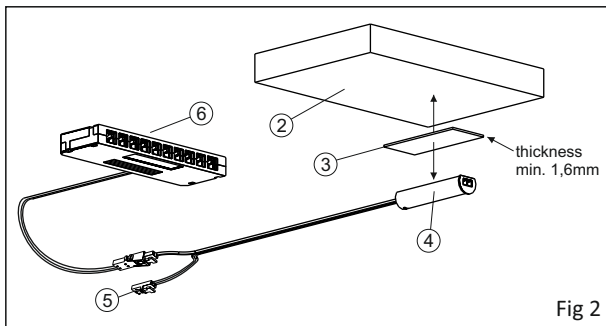

Fig 2
- The **IR-SENSOR** can be affixed projecting (fig. 2) from the installation surface (2), by simply applying the double-sided adhesive tape (3) in the desired position (first ensuring that the surface is clean) and then attaching the sensor (4) to the adhesive tape.
- Der **IR-SENSOR** kann auf der Installationsfläche (2) vorstehend (Abb. 2) befestigt werden, indem das zweiseitige Klebeband (3) einfach an der gewünschten Position angebracht wird (darauf achten, dass die Fläche sauber ist) und anschließend der Sensor (4) ebenfalls am zweiseitigen Klebeband angebracht wird.
- L'**IR-SENSOR** peut être fixé en saillie (fig. 2) sur la surface d'installation (2) en appliquant simplement le bi-adhésif (3) dans la position souhaitée (s'assurer que le plan soit propre) et, ensuite, en fixant le capteur (4) au bi-adhésif.
- El **IR-SENSOR** se puede montar sobresaliendo (fig. 2) de la superficie de instalación (2) simplemente aplicando el adhesivo de doble cara (3) en la posición deseada (asegúrese de que la superficie esté limpia) y luego pegando el sensor (4) al adhesivo de doble cara.